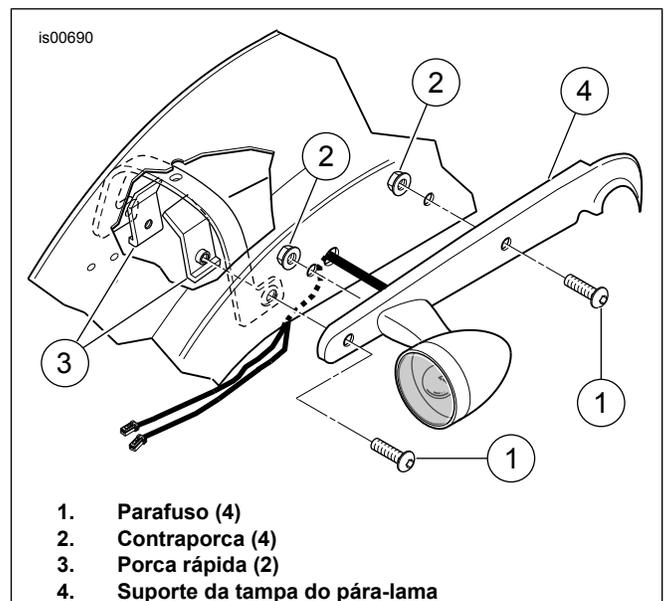

Figura 1. Remoção do suporte do pára-lama traseiro
3. Veja a Figura 1. Remova e descarte os parafusos de cabeça abaulada dianteiro e traseiro (1), as duas contraporcas (2) e as porcas rápidas (3) da parte inferior do pára-lama das tampas dos suportes esquerdo e direito do pára-lama traseiro (4).